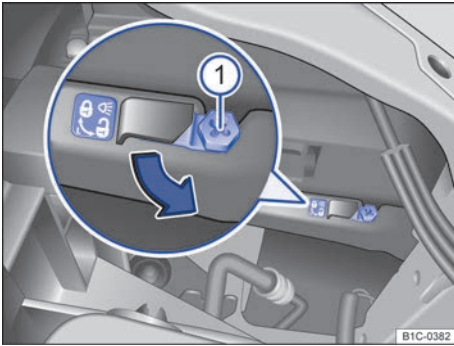

Fig. 180 En el vano motor: palanca de desbloqueo para el faro delantero izquierdo.
3.	Desbloquee la carcasa del faro. Para ello, introduzca el destornillador para tornillos de estrella → pág. 262 en la palanca de desbloqueo → fig. 180 ①.
4.	Gire el destornillador 50° aprox. hacia ⚙️ → fig. 180 (flecha) hasta que suene un “clac” (en el faro izquierdo, en el sentido contrario al de las agujas del reloj; en el faro derecho, en el sentido de las agujas del reloj).